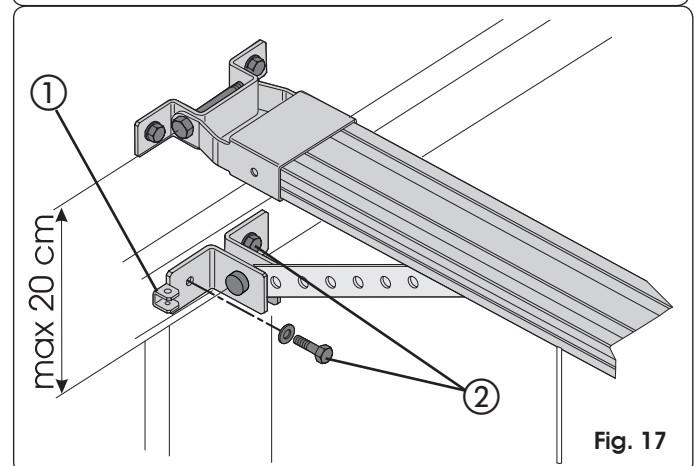

Fig. 17
Zet de bevestiging zo op de deur dat het gat voor het ontgrendelingskabeltje naar de linkerkant van de deur is gericht (ref. ① Fig. 17).
- 4) Controleer of de afstand tussen de middellijn van de bevestigingsgaten van de bevestiging aan de voorkant en die van de bevestiging op de deur niet groter is dan 20 cm (Fig. 17). Voor een correcte werking van het automatische systeem wordt aangeraden te vermijden dat de hoek tussen de bovenste arm en de geleiderail groter is dan 30°. Als een (optionele) gebogen arm voor sectionale deuren wordt gebruikt, assembleer hem dan met de rechte arm van de geleideslede zoals aangeduid in Fig. 18. Voor een efficiëntere bevestigingsbeveiliging wordt aangeraden de bevestiging zo laag mogelijk op de sectionale deur vast te zetten, maar niet meer dan 40 cm van de bevestiging van de aandrijving aan de voorkant.
- 5) Markeer de plaats van bevestiging op de deur, boor de gaten en zet de bevestiging op de deur vast met de schroeven (ref ② Fig. 17) **NIET** bijgeleverd.